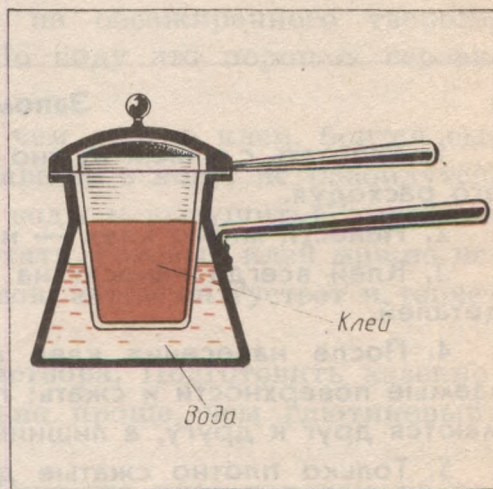

Рис. 64. Клееварка.
**Клееварка** (рис. 64) состоит из двух металлических банок разной вместимости (большой и маленькой), вставленных одна в другую. В меньшей банке находится клей, в большей — вода. При варке клея сначала нагревается вода и затем передает тепло стенкам меньшей банки — кле-